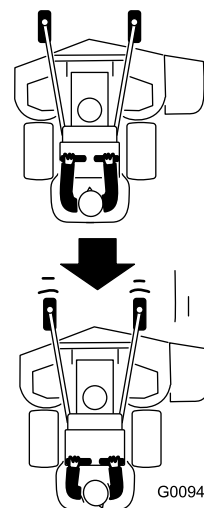

図 23
2. 走行コントロールレバーをゆっくりと後ろに引く **図 23**。